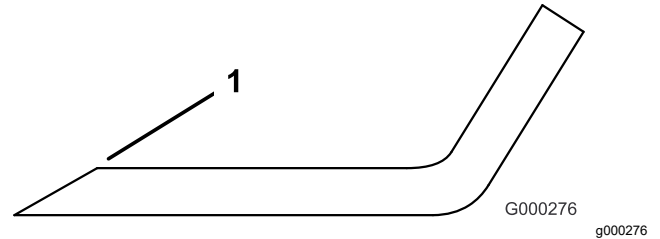

Figure 128
3. Examinez les tranchants de toutes les lames et aiguissez-les s'ils sont émoussés ou ébréchés (Figure 128).
Remarque: N'aiguissez que le haut du tranchant et conservez l'angle de coupe d'origine pour obtenir une coupe nette (Figure 128). Limez la même quantité de métal sur chacun des deux tranchants pour ne pas déséquilibrer la lame.